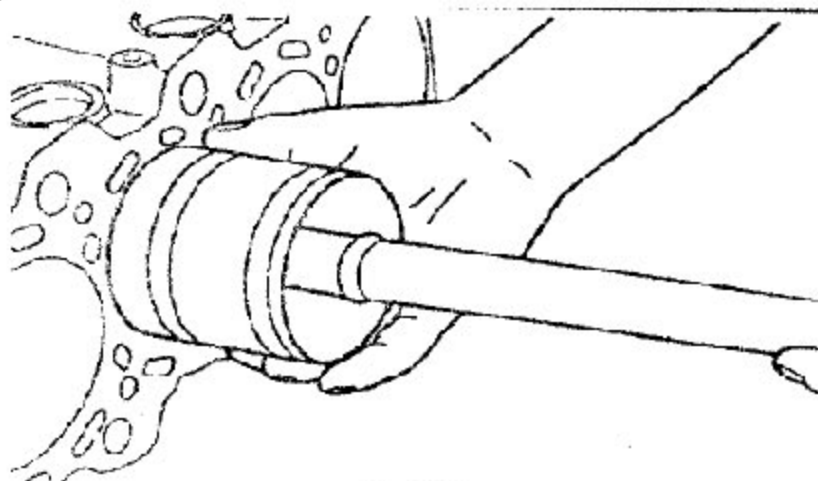

图 3-52
d). 如图 3-52 所示，用适当的活塞环压缩工具将活塞环压紧，然后将活塞和连杆一起压入气缸。不得用力敲击活塞，否则活塞环可能会断裂，连杆轴颈可能会产生裂纹。